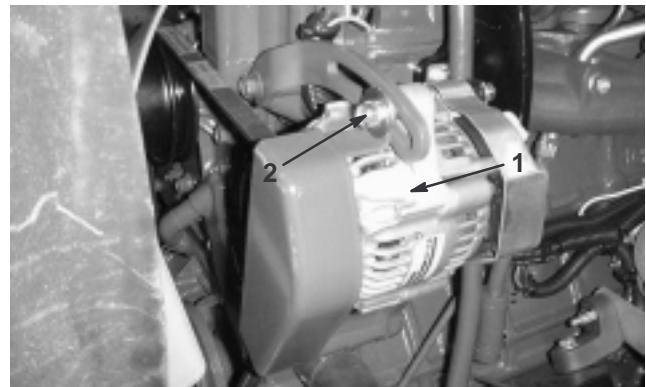

Figure 39
Vérifiez l'état et la tension de la courroie (Fig. 39) toutes les 100 heures de fonctionnement.
- Si ce n'est pas le cas, desserrez les boulons de montage de l'alternateur (Fig. 39). Augmentez ou diminuez la tension de la courroie et resserrez les boulons. Contrôlez de nouveau la flèche de la courroie pour vérifier si la tension est correcte.